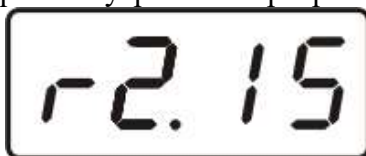

Рисунок 4.1 Индикация версии внутреннего программного обеспечения
4.5 При включении газоанализатора на его экране индицируется версия внутреннего ПО, Рисунок 4.1 Индикация версии внутреннего программного обеспечения